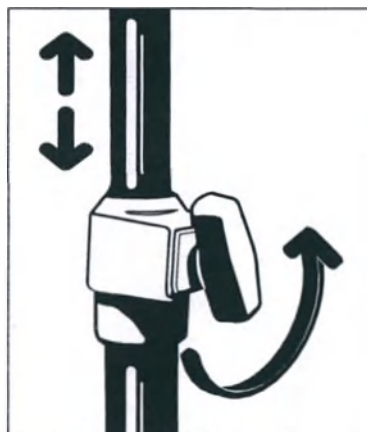

Рисунок 24 – Регулирование высоты штатива для внутривенных вливаний
1. Поверните ручку для выдвижения против часовой стрелки, чтобы освободить штатив для внутривенных вливаний (Рисунок 24).
4. Поверните ручку для выдвижения по часовой стрелке, чтобы зафиксировать штатив для внутривенных вливаний (Рисунок 24).